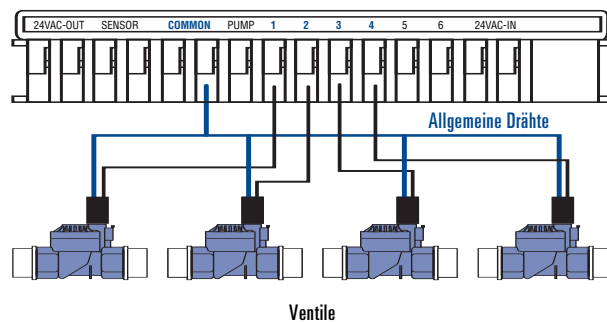

Abbildung 27: Anschließen der Kabel für die Bewässerungsanlage
- Festlegen, welches Ventil an welche Station angeschlossen werden soll. Jeden Anschlussdraht (mit Ausnahme des „normalen“ Drahts) an eine eigene Stationsklemme (mit Nummer über jeder blauen Nase) anschließen, indem der blanke Draht vollständig in die Öffnung unter jeder Nase eingeführt wird. [Siehe Abbildung 27]